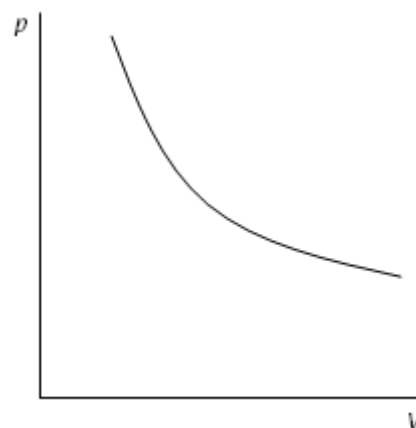

Fig. 1 Pressão em dependência do volume
- Representar graficamente a pressão em dependência do volume e em dependência $1/V$ (ver Fig. 1 e 2).